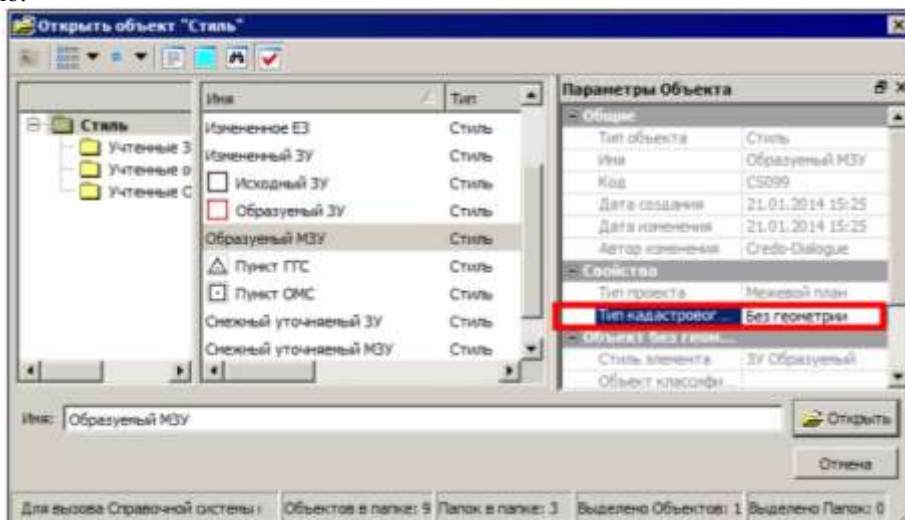

Рисунок 15– Открыть объект «Стиль»
- Далее откроется диалог **Открыть объект «Стиль»** (рис. 15), выберите в нем стиль в зависимости от вида кадастровых работ.
В данном случае – *Образуемый МЗУ*. Обратите внимание, что для данного стиля задан **Тип кадастрового объекта** – *Без геометрии* (рис. 15). Это значит, что создаваемый объект будет содержать только свойства и геометрию ему создать невозможно.